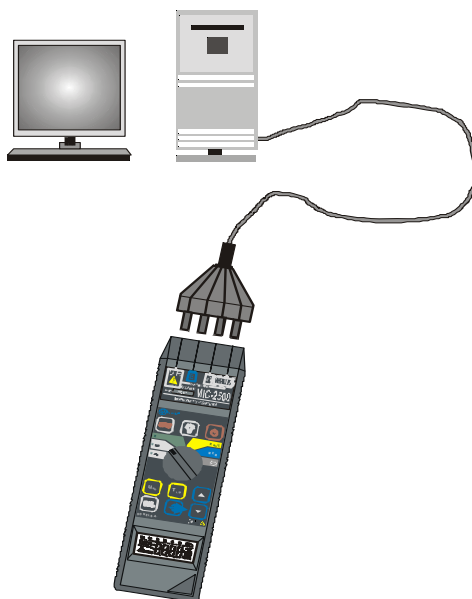

Рис.11 Подключение разъема к прибору
- Подключить кабель последовательного интерфейса, вставляя разъем в измерительные гнезда прибора (см. Рис. 11) так, чтобы характерный рельеф находился наверху разъема.